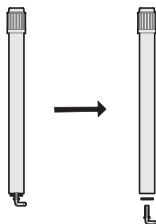

Рис.1
- 1** Распакуйте прибор и проверьте его комплектность согласно руководству. Отвинтите винт крепления основания от стойки (рис. 1)